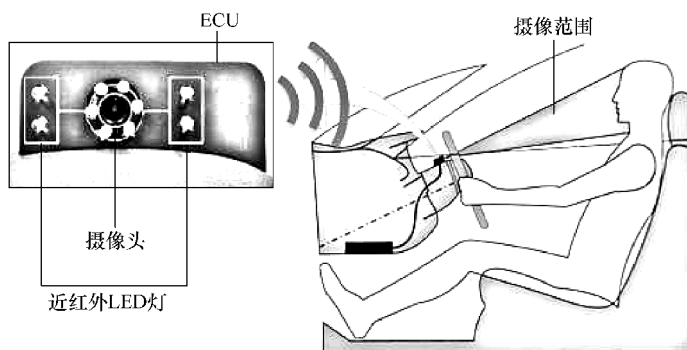

图 2-53 BAWS 组成与工作原理
(2) BAWS 的组成与工作原理 BAWS 主要由 ECU 和摄像头两大模块组成, 如图 2-53 所示。BAWS 通过监视转向操作和驾驶人的疲劳状态, 来判断驾驶人是否处于疲劳状态。